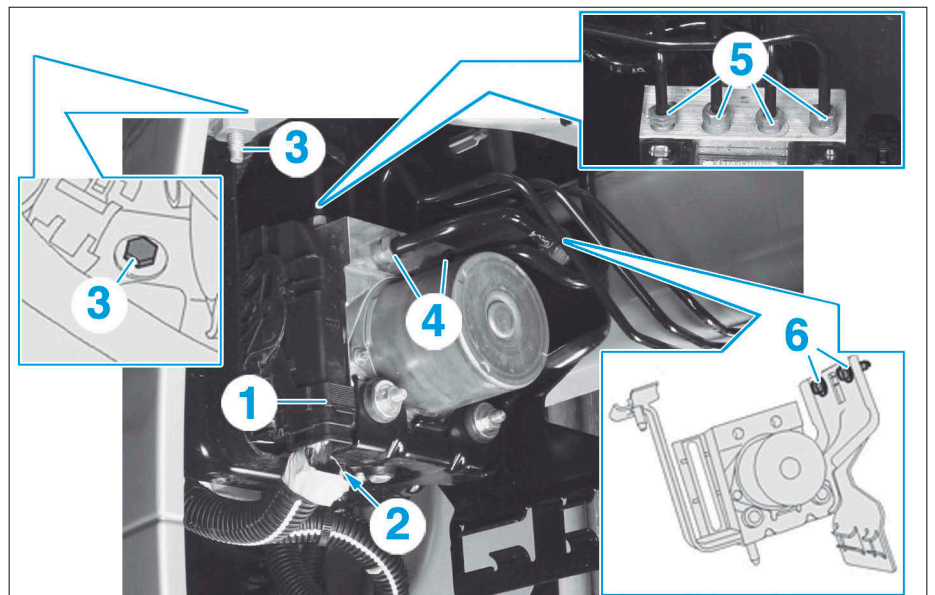

FIG. 17
- Débrancher le connecteur (1) (Fig.17).
- l'écrou (2),
- la vis (3).
- Déposer les raccords (4) et (5).